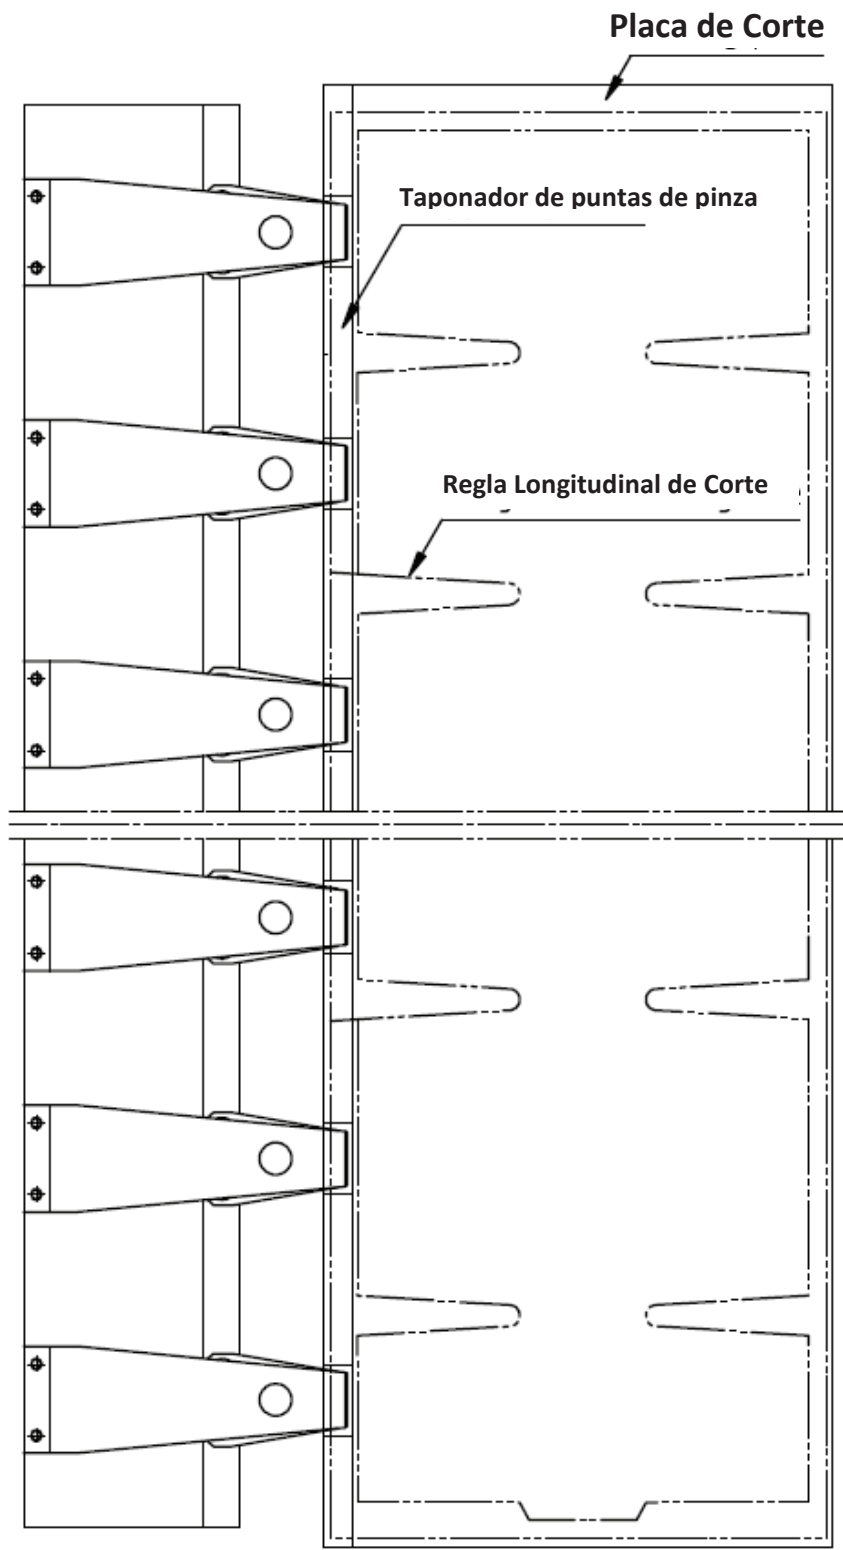

Fig 6.18
- 1) Extienda cualquiera de las reglas cortadoras hasta el borde del mesa de troquelado para separar o cortar el desperdicio de la mordida de la pinza de cogida. (Fig. 6.18)